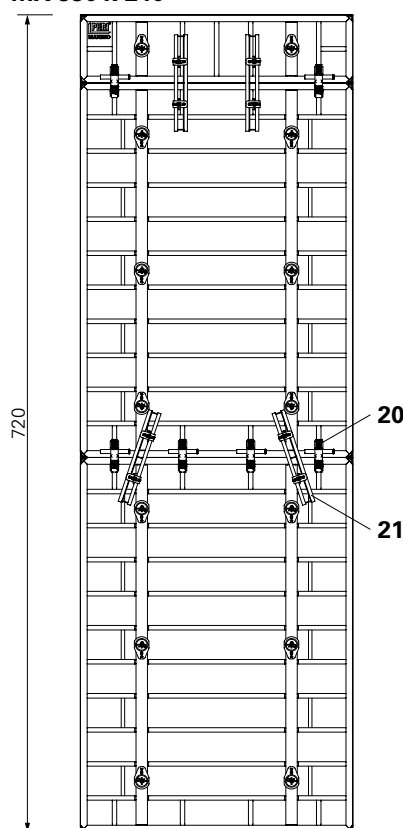
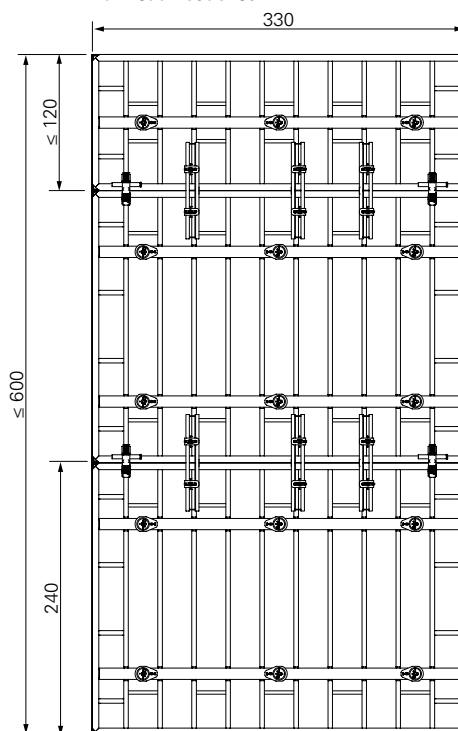

Fig. C12.03a
Fig. C12.03b
- H = 7,20 m (Fig. C12.03a)
- sur le joint de panneau 330 - 330, poser les pinces BFD (20) et la filière de compensation MAR 85 (21),
- sur le joint de panneau 330 - 60, poser les pinces BFD (20).
- H ≤ 6,00 m sur les joints de panneau, poser les pinces BFD (20) et la filière de compensation MAR 85 (21). (Fig. C12.03b)